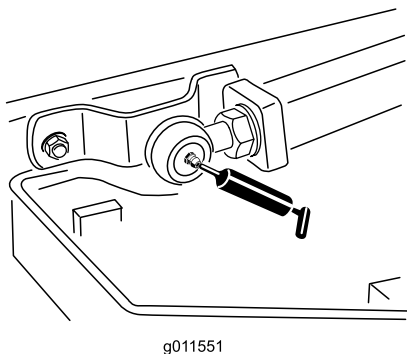

Figura 40
- 2 rótulas de los brazos de elevación (Figura 40)